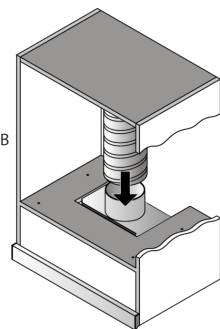

Abb. 5.2
6.8 Wenn die Abzugshaube im Schornsteinfegerbetrieb betrieben werden soll, muss ein Rohr mit dem gewählten Durchmesser gemäß den Anweisungen (Abb. 5.2) angebracht werden, wobei darauf zu achten ist, dass es luftdicht ist. Je kürzer und gerader der Kanal ist, desto höher ist die Leistung und desto geringer sind Lärm und Vibrationen in der Motorhaube.